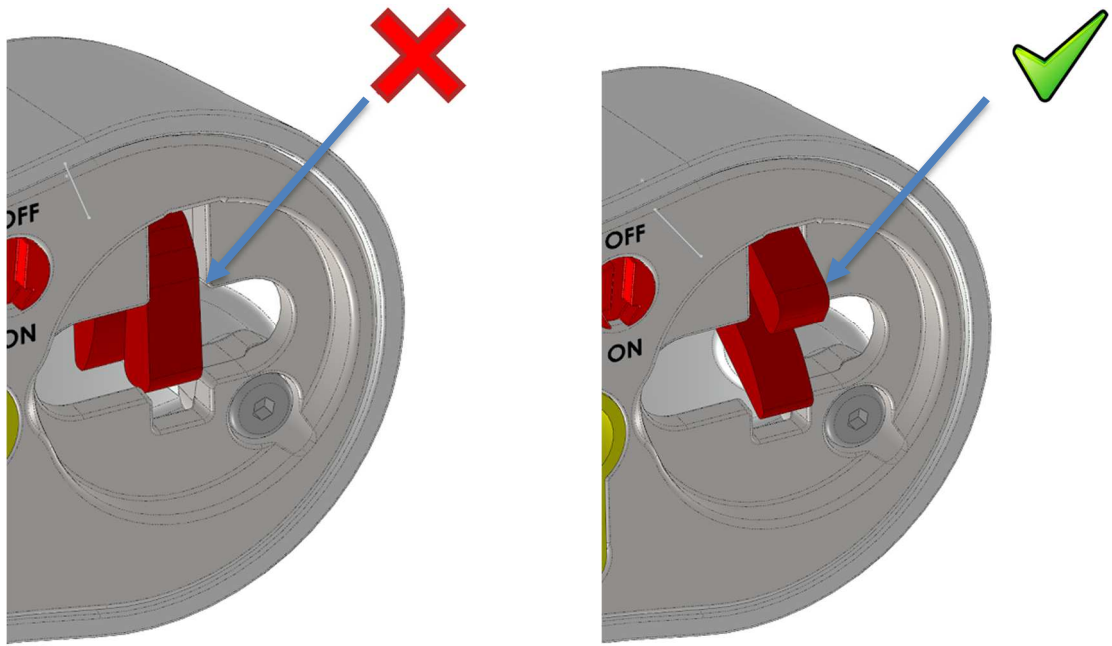

Fig.12
**Verificare che la camma sia aperta prima di chiudere il portellone** (la camma urterebbe violentemente contro il riscontro) (fig.12).